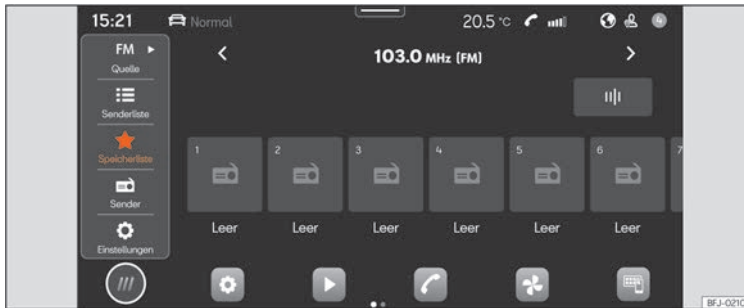

Abb. 126 Schematische Darstellung: Ansicht Radio.
- Drücken Sie **HOME** > > **Abb. 126**.